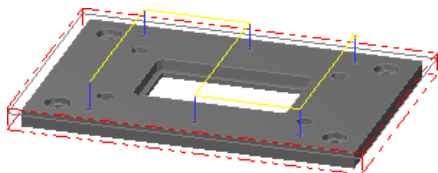

图 2.22 刀具路径
(1) 在“2D 刀具路径 - 钻孔/全圆铣削 深孔钻-无啄孔”对话框的刀具列表中双击该刀具，系统弹出“定义刀具-机床群组-1”对话框。
(2) 设置刀具号码。在“定义刀具-机床群组-1”对话框的 **刀具号码** 文本框中，将原有的数值改为 4。
(3) 设置刀具的加工参数。单击 **参数** 选项卡，在 **进给率** 文本框中输入值 200.0，在 **下刀速率** 文本框中输入值 150.0，在 **提刀速率** 文本框中输入值 500.0，在 **主轴转速** 文本框中输入值 1800.0。
(4) 设置冷却方式。在 **参数** 选项卡中单击 **Coolant...** 按钮，系统弹出“Coolant...”对话框，在 **Flood** (切削液) 下拉列表中选择 **On** 选项。单击该对话框中的 按钮，关闭“Coolant...”对话框。
Step10. 单击“2D 刀具路径 - 钻孔/全圆铣削 深孔钻-无啄孔”对话框中的 按钮，完成加工参数的设置，此时系统将自动生成图 2.22 所示的刀具路径。